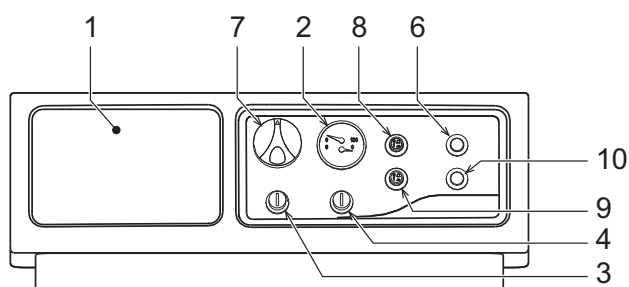

fig. 1 - Панель управления
- Переведите выключатель котла "8" в положение "включено" (fig. 1 - Панель управления)
- Если котел оборудован электронным термостатическим блоком управления, установленным в положении 1, (fig. 1 - Панель управления), пользователь должен также соблюдать инструкции, предоставляемые изготовителем данного блока.
Если повернуть рукоятку 7 на "fig. 1 - Панель управления" по часовой стрелке, температура воды в системе отопления повышается, и наоборот. Температуру воды в системе отопления можно регулировать в пределах от 30° до 90°. Однако не рекомендуется эксплуатировать котел при температуре ниже 45°.
Задайте с помощью комнатного термостата нужную температуру внутри помещения. При поступлении команды от комнатного термостата котел включается, обеспечивая нагревание воды в системе отопления до температуры, заданной регулирующим термостатом 7 на "fig. 1 - Панель управления". При достижении в помещении желаемой температуры котел выключается.
Давление напора при заполнении холодного контура, считанное гидрометром котла, поз. 2 - "fig. 1 - Панель управления", должно составлять приблизительно 1,0 бар. Если во время работы давление воды в системе упало (из-за испарения растворенных в воде газов) до величины ниже вышеуказанного минимума, пользователь должен открыть кран подачи воды и довести давление до первоначального значения. По окончании операции всегда закрывайте кран подачи воды.